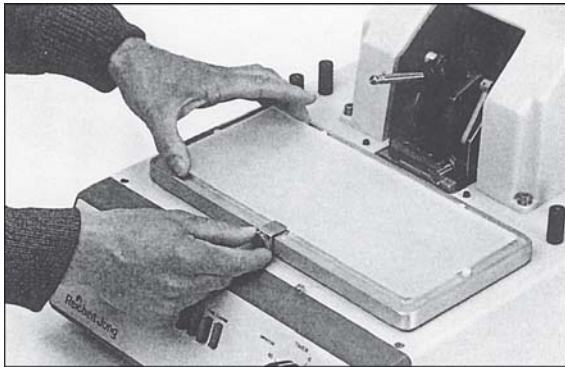

Fig. 22.1
4. Ponga una de las placas de pulido en el dispositivo de sujeción y apriete el tornillo de fijación sólo ligeramente. Asegure que la superficie del tornillo de sujeción se encuentre por debajo del nivel de la placa de pulido (Fig. 22.1).